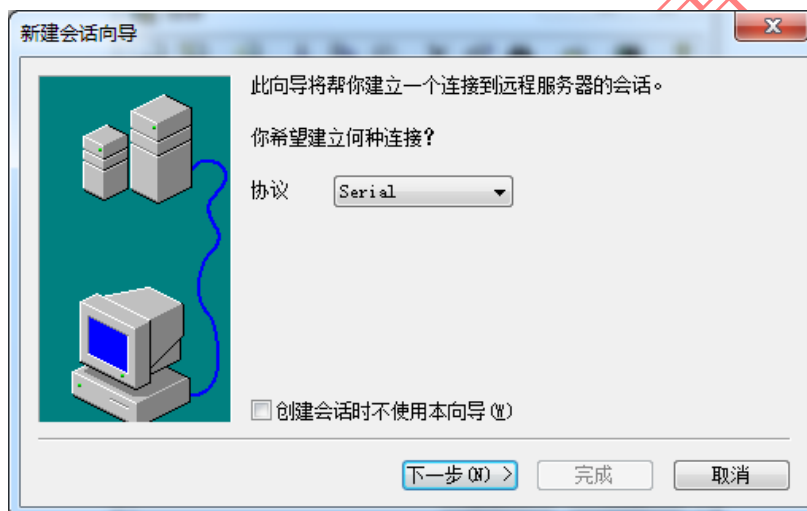

图 2-9 新建串口会话
- C. 安装开发包里的 SecureCRT 串口工具，新建会话（端口号对应 Wi-Fi 模块 UART0 的串口号），注意把流控选项去掉，设置好参数后点击确定。如图 2-9、2-10 所示。